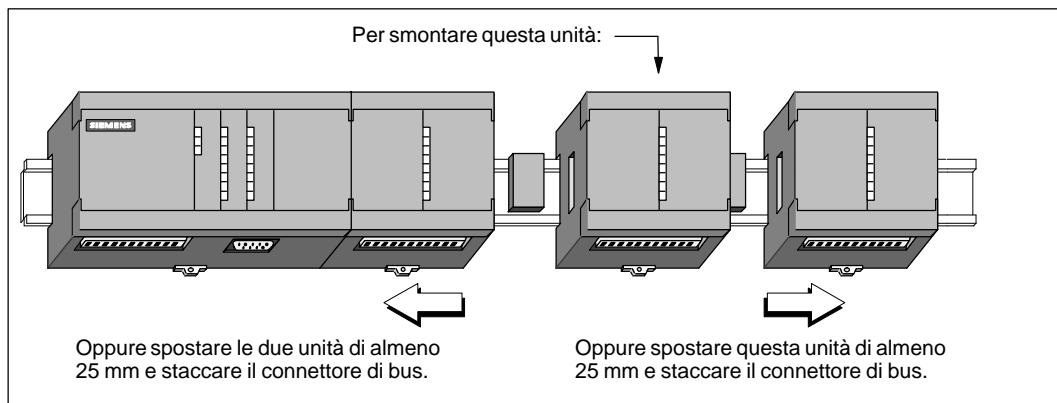

Figura 2-10 Rimozione di un modulo di ampliamento
1. Staccare tutti i conduttori ed i cavi collegati all'unità da smontare. Se quest'ultima si trova tra altri dispositivi essi vanno spostati di almeno 25 mm per permettere al connettore bus di venire scollegato (vedere a questo proposito la figura 2-10).